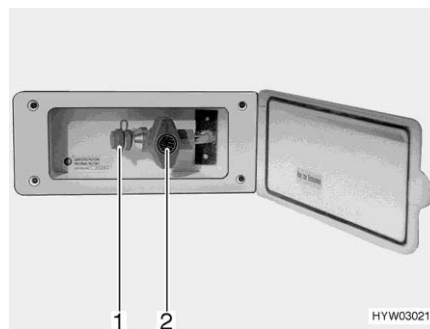

Fig. 131 Raccordement externe de gaz (robinet d'arrêt de gaz fermé)
- Raccorder l'appareil à gaz externe sur le raccord (Fig. 131,1).
- Ouvrir le robinet d'arrêt de gaz (Fig. 131,2).